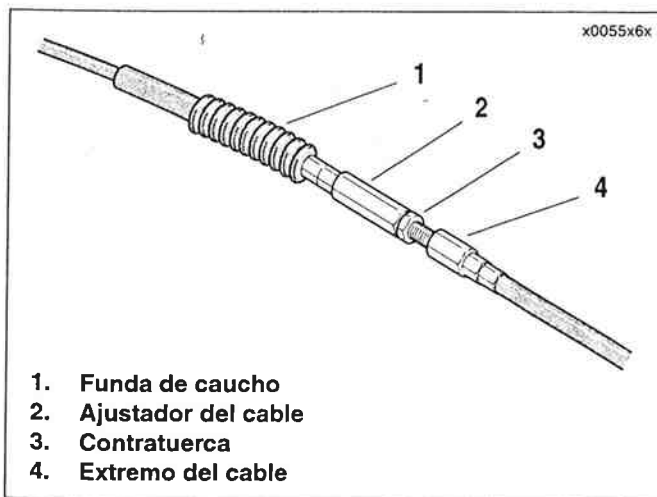
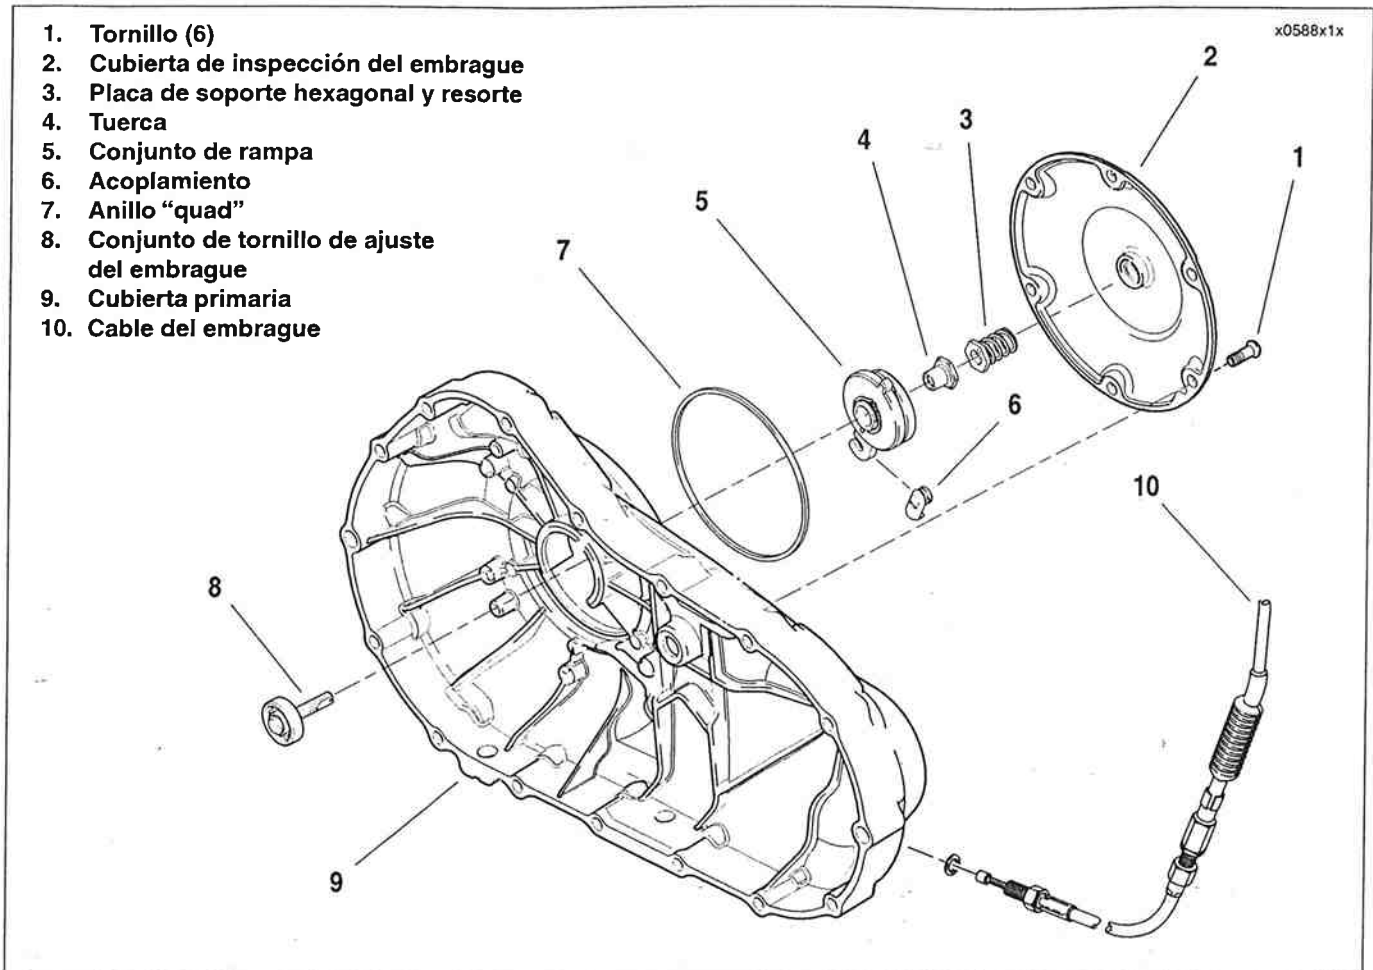

Figura 1-34. Mecanismo de ajuste del cable del embrague
Figura 1-35. Mecanismo de liberación del embrague
1. Vea la Figura 1-34. Deslice la funda de caucho fuera del ajustador del cable.
4. Vea la Figura 1-35. Quite seis tornillos (1) y la cubierta de inspección del embrague (2). Tenga cuidado de no dañar ni sacar el anillo "quad" (7) en la cubierta primaria (9).
5. Deslice la placa de soporte hexagonal con el resorte sujeto (3) de los planos del conjunto del tornillo de ajuste (8). Gire el tornillo de ajuste hacia la izquierda hasta que se sienta resistencia. Haga retroceder el tornillo de ajuste 1/4 de vuelta.
8. Vea la Figura 1-34. Gire el ajustador del cable (2) hacia la derecha alejándolo de la contratuerca (3) hasta que se elimine la holgura.
10. Vea la Figura 1-34. Sujete el ajustador (2) con una llave de 1/2 pulg. Con una llave de 9/16 pulg. apriete la contratuerca (3) contra el ajustador del cable. Cubra el mecanismo del ajustador del cable con una funda de caucho (1).